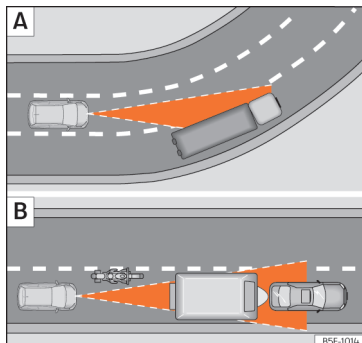

Abb. 106 [A] Fahrzeug in einer Kurve. [B] Vorausfahrender Motorradfahrer außerhalb des Erfassungsbereichs des Radarsensors.
Es ist möglich, dass die ACC das vorausfahrende Fahrzeug in der Kurve nicht erkennt oder die Entfernung zu Fahrzeugen einstellt, die sich auf anderen Fahrspuren befinden »» (Abb. 106)
- Versetzt fahrende Fahrzeuge oder Fahrzeuge, die außerhalb des Erkennungsbereichs des Sensors fahren, z. B. Motorräder »» (Abb. 106)